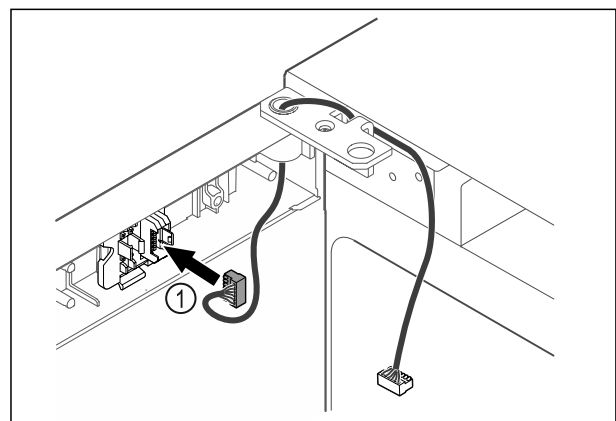

Fig. 44
- ▶ Stecker Fig. 44 (1) in Steckerhalterung einstecken.